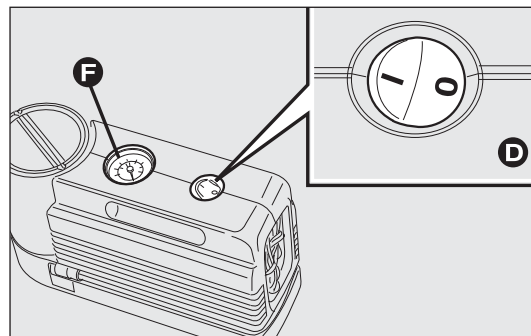
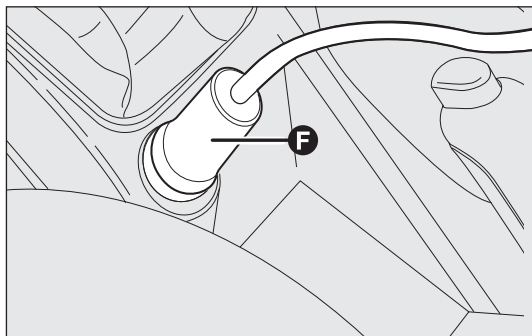

рис. 134
рис. 135
- Проверьте, чтобы выключатель D – рис. 134 компрессора был в положении 0 (выключено), запустите двигатель, вставьте вилку E – рис. 135 в ближайшую электрическую розетку и запустите компрессор, приведя выключатель D – рис. 134 в положение I (включено). Накачайте шину до давления, значение которого указано в параграфе «Давление в шинах» раздела «Технические данные».
Для получения более точных результатов рекомендуется проверить значение давления на манометре F-рис. 134 при выключенном компрессоре.